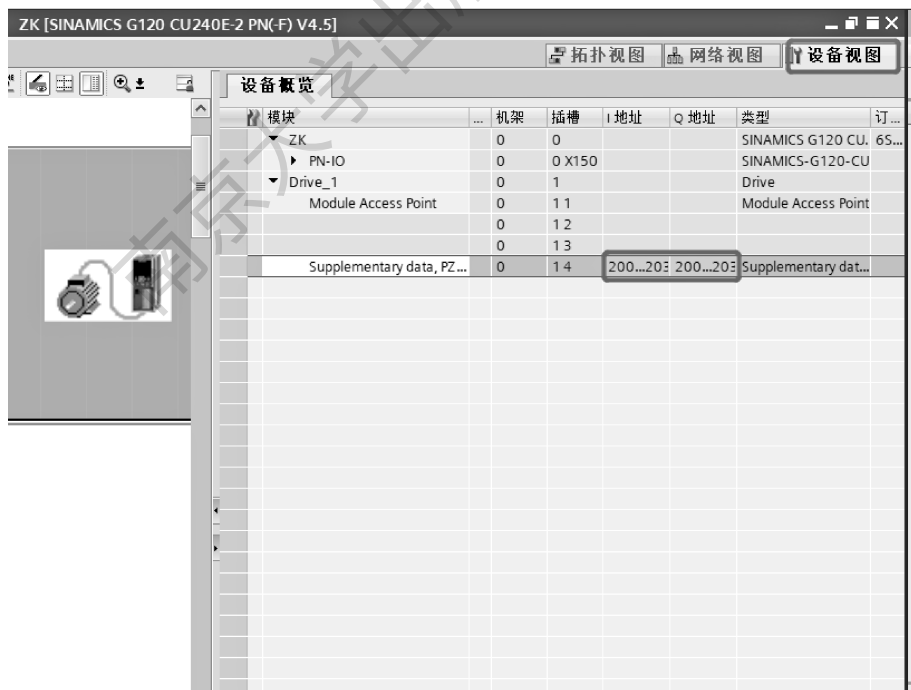

图 1-24 修改模块的 I 地址和 Q 地址
(3) 如图 1-24 所示,将设备视图中子模块的 I 地址和 Q 地址都修改为“200...203”。